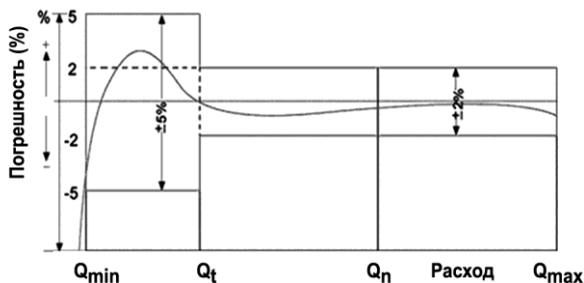

Рис.2
8. График погрешностей измерения расхода воды представлен на Рис.2